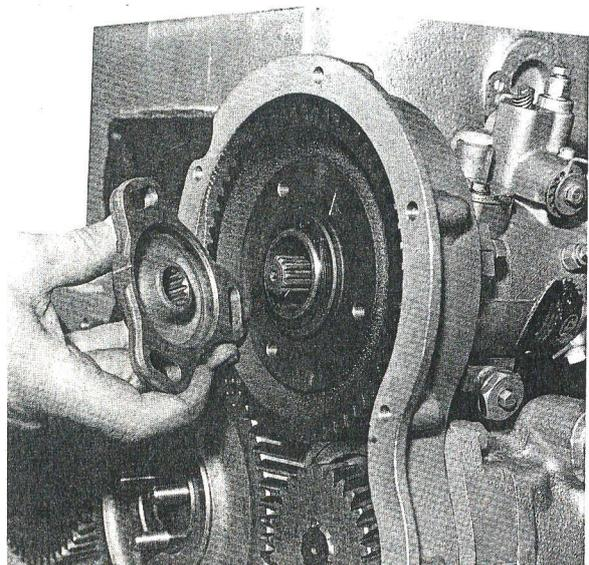

Fig. L6 — Dépose du plateau d'entraînement du pignon de pompe d'injection (régulateur hydraulique).
3. Déposer les 3 vis fixant le plateau d'entraînement de la pompe sur le pignon et déposer le plateau (fig. L6).